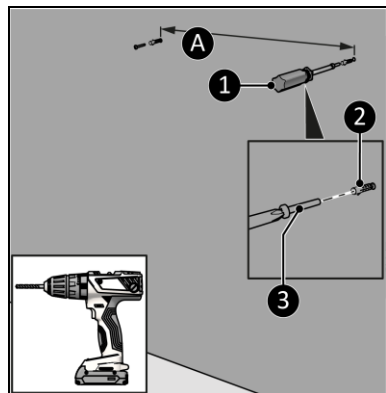

Abbildung 8
4. Bohren Sie zwei Löcher mit einem Abstand von ca. 160 mm zwischen den Löchern (Abbildung 8, Pos. A). Und mit einem Mindestabstand vom Boden von:
5. Platzieren Sie die Wanddübel (Abbildung 8, Pos. 2).
6. Schrauben Sie zwei große Schrauben (Abbildung 8, Pos. 3) mit einem Phillips Kreuzschlitzschraubendreher (Abbildung 8, Pos. 1) in die Wand. Lassen Sie die Schrauben einige Millimeter aus der Wand herausragen.